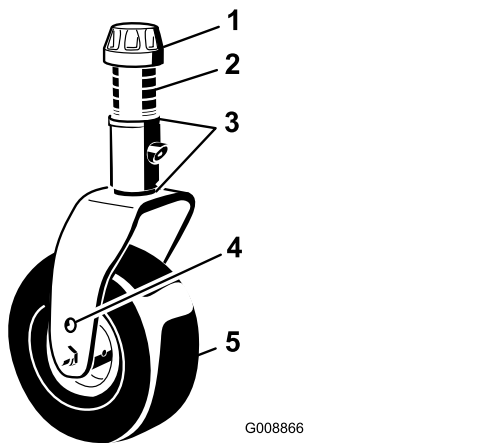

Bild 107
1. Entfernen Sie die Spannkappe von der Spindelwelle und ziehen die Spindel aus dem Laufradarm heraus (Bild 107).